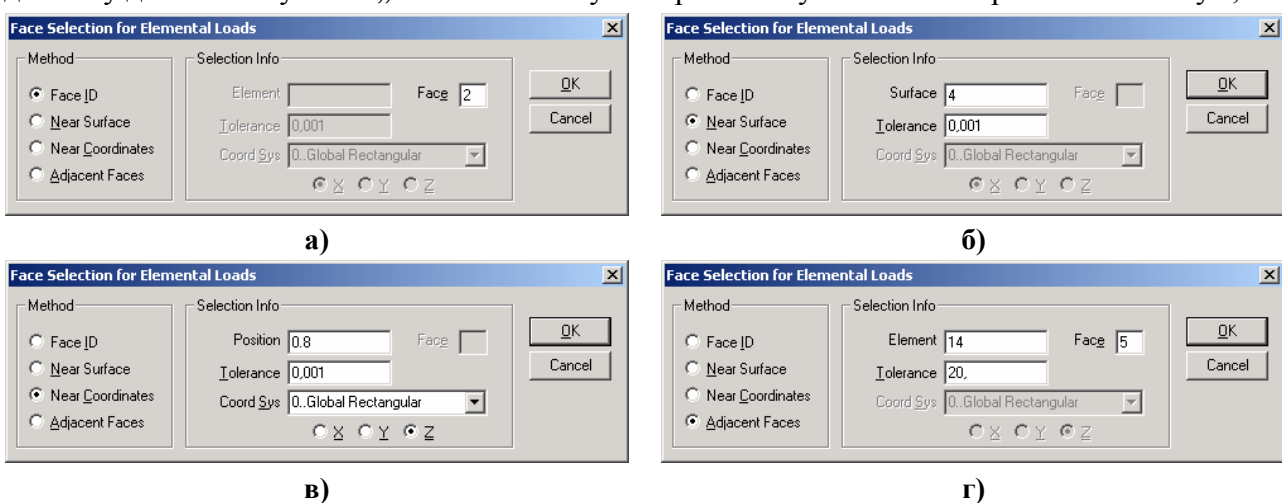

Рис.4.1. Діалогові панелі призначення грані SE: а) – номером грані у SE; б) – номером геометричної поверхні; в) – площиною; г) напрямком нормалі до грані
Варіант завдання ГУ „**Nodal on Face...**” (вузли на грані) має деякі особливості. Спочатку з'являється стандартна панель діалогу обиравання SE, за допомогою якої та кнопки „**Method**^” призначаються SE або геометричні об'єкти, до граней яких будуть прикладатися ГУ (наприклад: **on Surface**, тобто вузли SE на геометричній поверхні). З'явиться діалогова панель „**Face Selection for Elemental Loads**” (див. рис.4.1). На ній є чотири варіанти вказування грані для знаходження вузлів:
- „**Face ID**” – номером грані (сторони) SE (див. рис.4.1-а); вводиться у вікно „**Face**” з клавіатури або обираванням курсором „миші” на робочому полі, коли мигтучий курсор знаходиться у діалоговому вікні „**Face**”. **Увага:** у SE грані можуть мати номери 1...6 максимум;
- „**Near Surface**” – номером поверхні (геометричного об'єкту, див. рис.4.1-б); вводиться у поле „**Surface**” з клавіатури або обираванням курсором „миші” на робочому полі. Величина „**Tolerance**” – максимальна відстань для пошуку вузлів SE на цій поверхні;
- „Near Coordinates” – площиною, яка призначається (див. рис.4.1-в) обиранням (одною з радіо кнопок) осі **X**, **Y** або **Z**, яка *ортогональна* до площини з вузлами, та вказуванням відстані від початку координат до цієї площини (**Position**);
- „Adjacent Faces” – як на сусідніх гранях (див. рис.4.1-г): курсором „миші” на робочому полі обирається грань (сторона) **SE** (номера **SE** і грані з’являються у відповідних вікнах панелі) та вказується допустима кутова розбіжність (**Tolerance**). Якщо нормаль до будь-якої грані **SE** (зі списку обраних) „співпадає” з нормаллю до грані вказаного **SE** з точністю „**Tolerance**”, то до вузлів цієї грані **SE** буде прикладатися ГУ. Опцією „**Matching Normals Only**” можна зажадати повну відповідність („нульову” розбіжність).